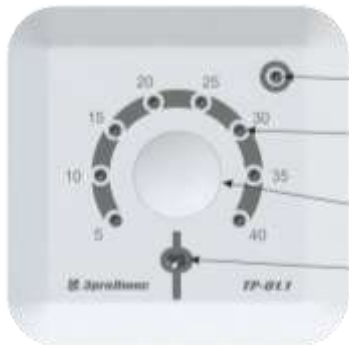

Рисунок 3 - Внешний вид терморегулятора.
2. Терморегулятор автоматически при первом включении включится. На лицевой панели желтый индикатор температуры 3 укажет на 20°C, а нижний индикатор режима 1 загорится красным цветом (Рис. 3).